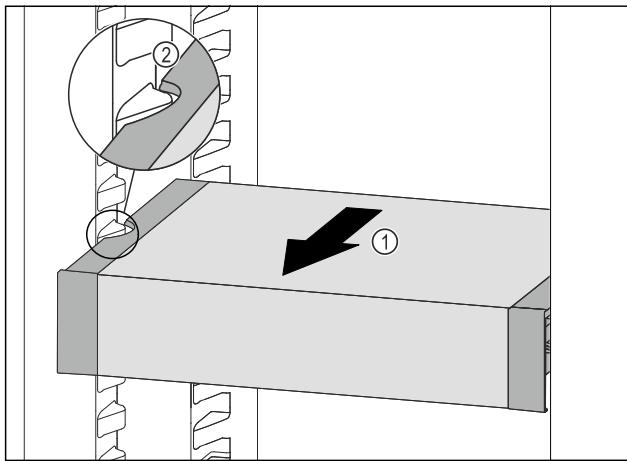

Fig. 151
- ▶ Потягнути VarioSafe вперед Fig. 151 (1), поки бокові заглиблення VarioSafe не опиняться на рівні ребра для ємності в охолоджувальному відділенні. Fig. 151 (2)